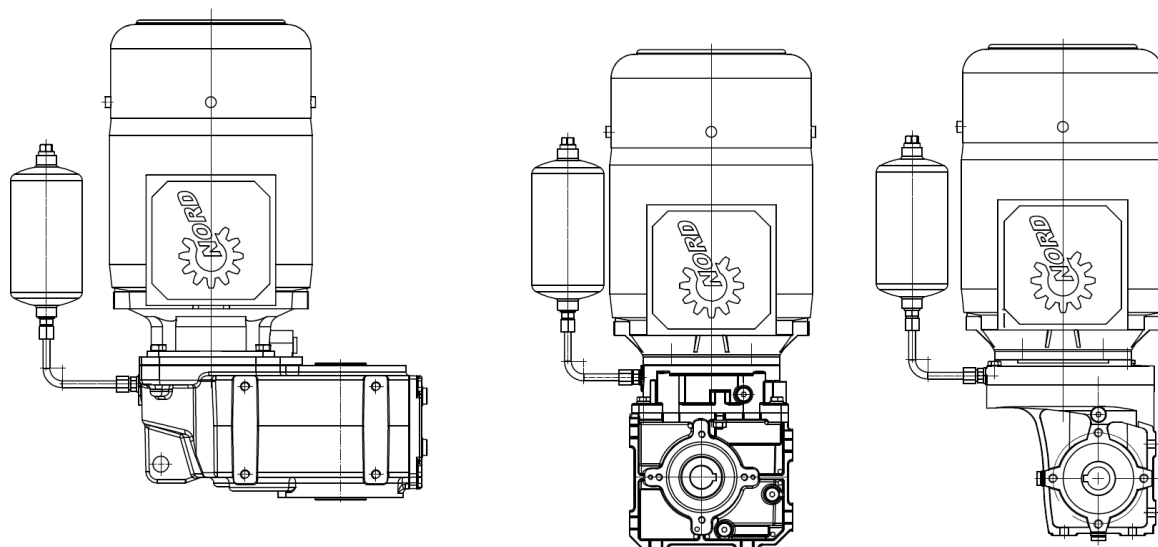

Abbildung 19: Position des Ölausgleichsbehälters
Der Ölausgleichsbehälter muss senkrecht mit dem Schlauchanschluss nach unten und der Entlüftungsschraube nach oben montiert werden. Der Behälter soll möglichst hoch angebaut werden, unter Berücksichtigung der Schlauchlänge. Vorschläge für die Position des Ölausgleichsbehälters siehe Abbildung 19. Beachten Sie, dass bei Bauform M4 mit Klemmkastenlage in Position 2 eine Montage des Ölausgleichsbehälters nicht möglich.
2. Montieren Sie den Ölausgleichsbehälter gemäß Abbildung 19. Richten Sie ihn dabei parallel zu Motorwelle aus.